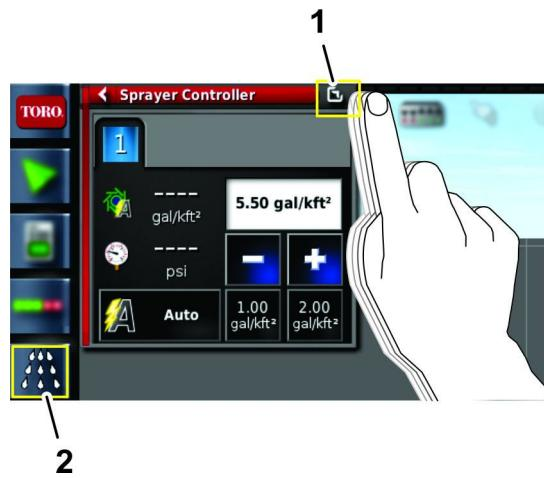

Figura 45
5. Premete l'icôna di Controllo del volume di irrorazione, quindi fate scorrere il dito sull'icôna schermo intero nell'angolo in alto a destra della finestra di controllo dell'irroratrice (**Figura 45**).